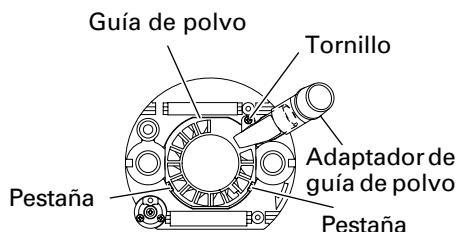

Fig. 16
- (4) Guía de polvo y adaptador de guía de polvo (Fig. 16)